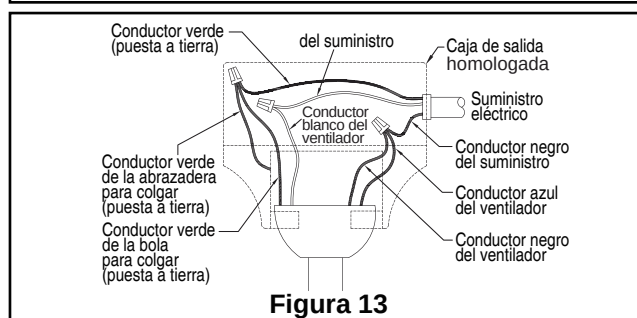

Figura 13
3. Luego de empalmar los cables y realizar la conexión, sepárelos y dóblelos hacia arriba con el conductor con conexión a tierra y el conductor con conexión a tierra del equipo debe ir en un lado de la caja de distribución eléctrica y el conductor sin conexión a tierra debe ir del otro lado. (Figura 13)